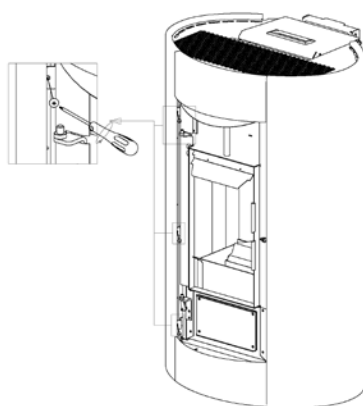
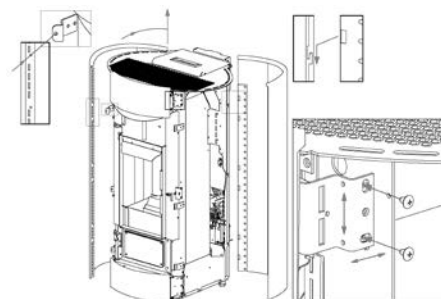

Fig. 65 - Dents d'accrochage
Fig. 66 - Réglages
- Pour le montage, procéder dans le sens inverse, avec la possibilité de régler les coques avant, aussi bien verticalement qu'horizontalement, de manière à les porter au même niveau que les flancs (voir **Fig. 65** et **Fig. 66**).